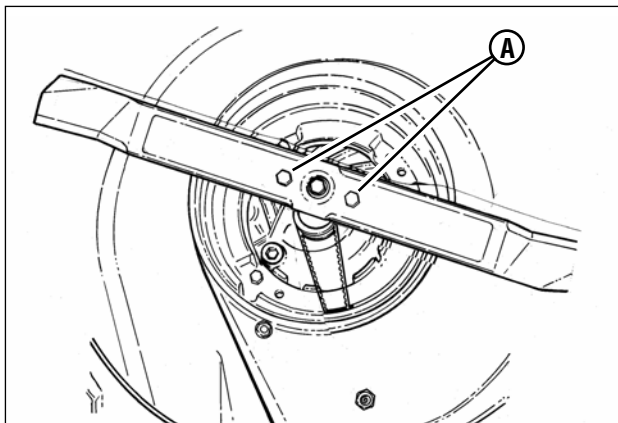

Figure 10 : Serrage de la vis de protecteur de lame
2. Inclinez la tondeuse sur ses roues arrière pour vous faciliter l'accès au boulon (A, Figure 10) de maintien de la lame. Inclinez-la de telle sorte que le carburateur ou la bougie ne soit pas incliné vers le bas.